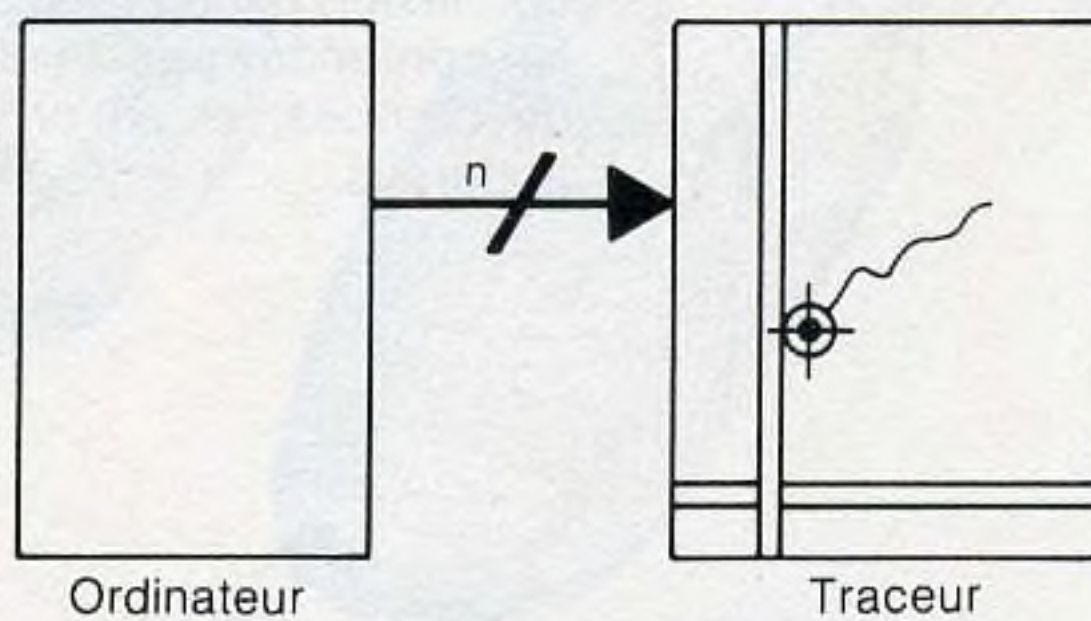

Figure 7
- soit dans le traceur (traceur intelligent) : figure 7.